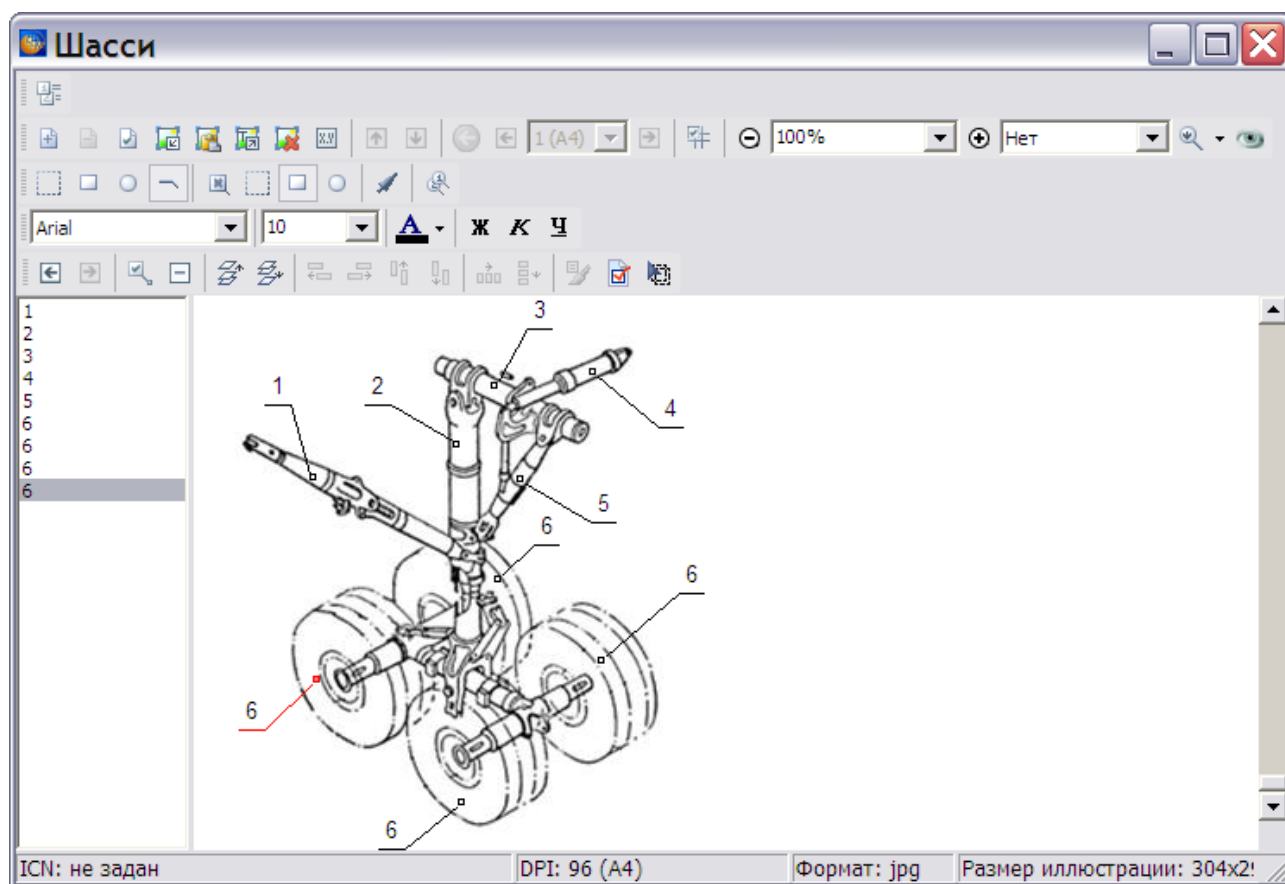

Рис. 5.130
- Нажмите на конец выноски левой кнопкой мыши и, не отпуская её, удлините и перетащите конец в нужное место (Рис. 5.130). Таким же образом можно перемещать начало выноски.
Поставьте выноску № 6 на четыре колеса шасси (Рис. 5.130):